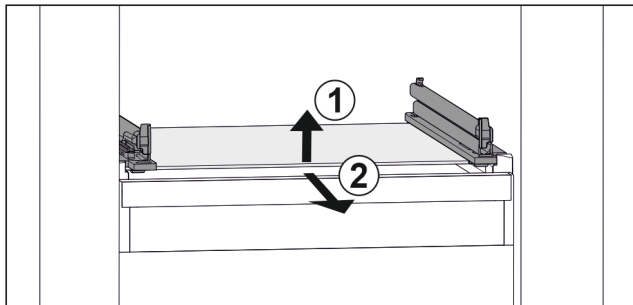

Fig. 43 Príklad zobrazenia sklenenej dosky
- Nadvihnite sklenenú dosku vpred. Fig. 43 (1)
- Odoberte sklenenú dosku dopredu. Fig. 43 (2)